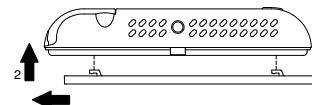

Fig. 3
- Scendere la piastra attaccata alla base del termostato, sganciandola verso sinistra e facendo così sganciare i dentini indicati in Fig. 3.